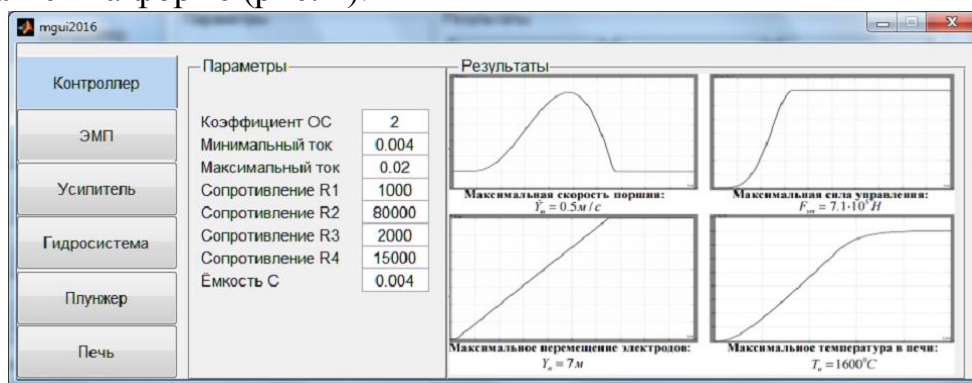

Рис. 4. Интерфейс пользователя
3. В программном продукте выполняется создание пользовательского интерфейса, в котором бы имелась возможность задания начальных значений параметров системы, далее выполнялось моделирование системы и результаты отображались на форме (рис. 4).